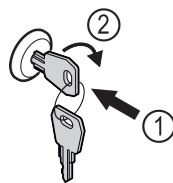

Fig. 144 Przykładowa prezentacja
- Włożyć kluczyk Fig. 144 (1).
- Przekręcić kluczyk o 90° w prawo Fig. 144 (2).